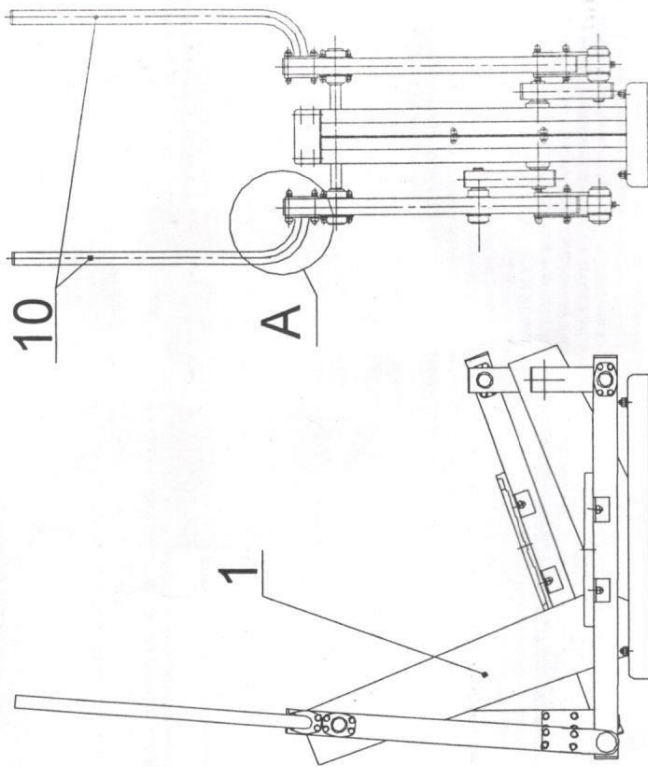

Рис.4
12.3.3 Произвести сборку тренажера (рис.4,5):